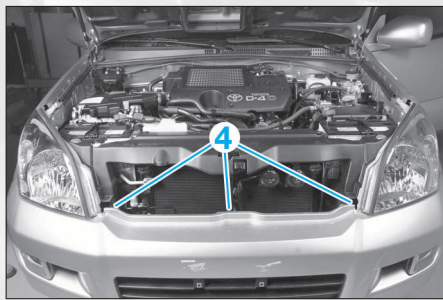

FIG. 7
- Déposer les agrafes de fixation (4) (Fig.7).